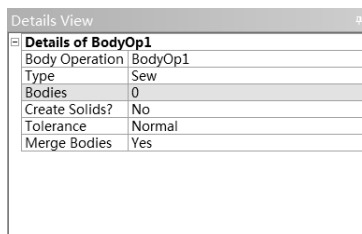

图 2-16 体操作设置面板
(11) Body Operation(体操作):选择此命令会弹出如图 2-16 所示的体操作设置面板。